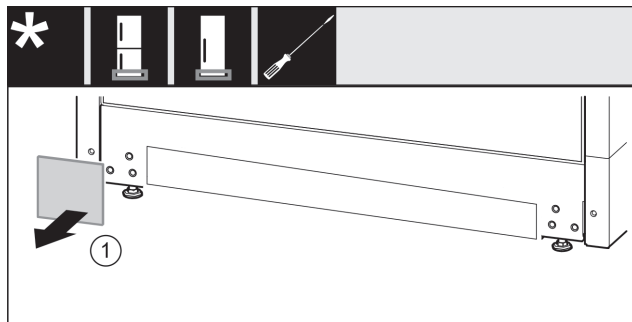

Fig. 35
- ▶ Detașați apărătoarea. Fig. 35 (1)